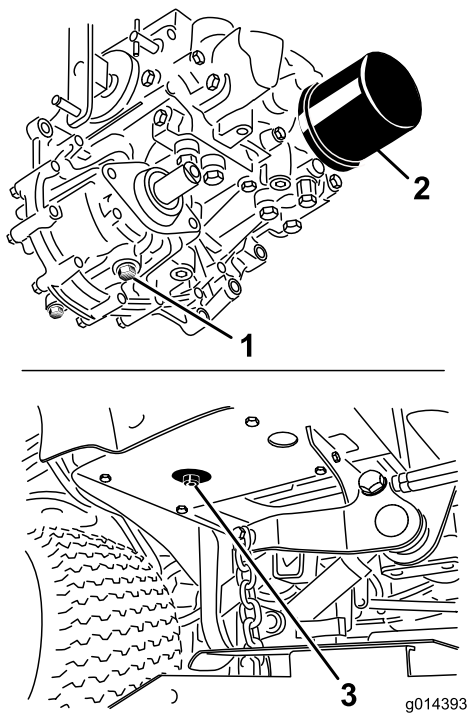

图 52
3. 在液压油箱和变速箱下放一个大放油盘拔出排油塞排出所有液压油 图 52。
4. 清洁液压油过滤器周围的区域然后取下过滤器图 52。